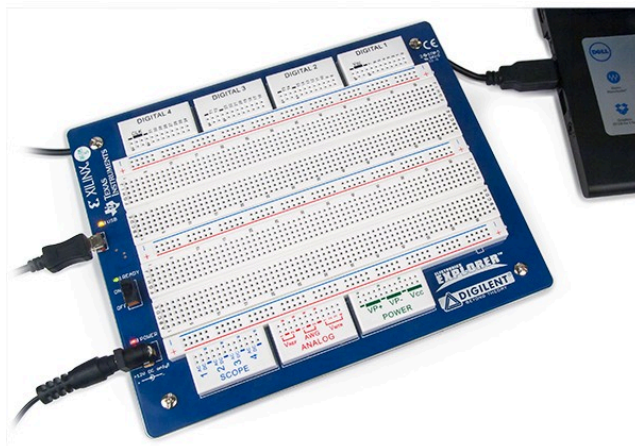

Figura 12. Conexionado de la tarjeta EE Board.
- La comunicación con la EE Board se realiza a través de una conexión USB y la interconexión es bastante simple. Se utiliza un cable micro-USB para conectar la tarjeta a un ordenador. La EE Board también tiene un adaptador de *jack* de alimentación de 12 V de energía externa. Con el cable USB y la fuente de alimentación externa conectada, girar el interruptor de la tarjeta a **ON**, lo cual prepara a la EE Board para la comunicación con el software WaveForms. Esta conexión se puede apreciar en la figura 12.